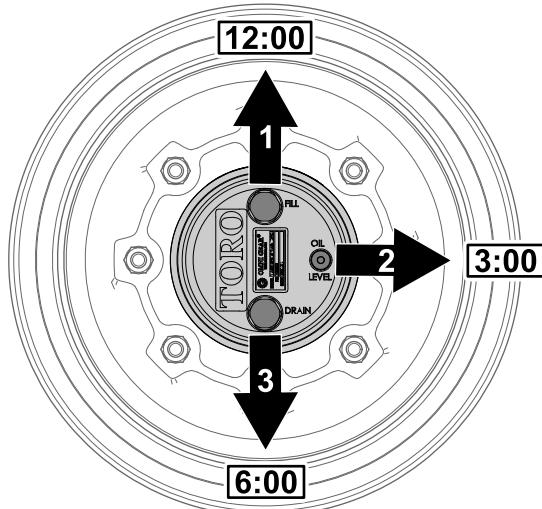

Bild 137
1. Parken Sie die Maschine auf einer ebenen Fläche und positionieren Sie das Rad so, dass die Füllschraube auf 12 Uhr, die Prüfschraube auf 3 Uhr und die Ablassschraube auf 6 Uhr steht (Bild 137).
2. Entfernen Sie die Prüfschraube, die auf 3 Uhr steht (Bild 137).
1. Parken Sie die Maschine auf einer ebenen Fläche und positionieren Sie das Rad so, dass die Füllschraube auf 12 Uhr, die Prüfschraube auf 3 Uhr und die Ablassschraube auf 6 Uhr steht, siehe Bild 137 in Prüfen des Ölstands im Planetengetriebe (Seite 78).